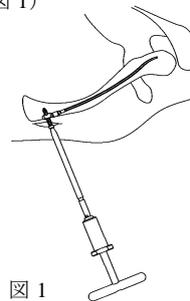

図 1
- 1) 後端に T ハンドルを接続したヘクスローブ 10 パワーピンドライバーを用いて、3.5 ロッキングスクリューを抜去します。（図 1）